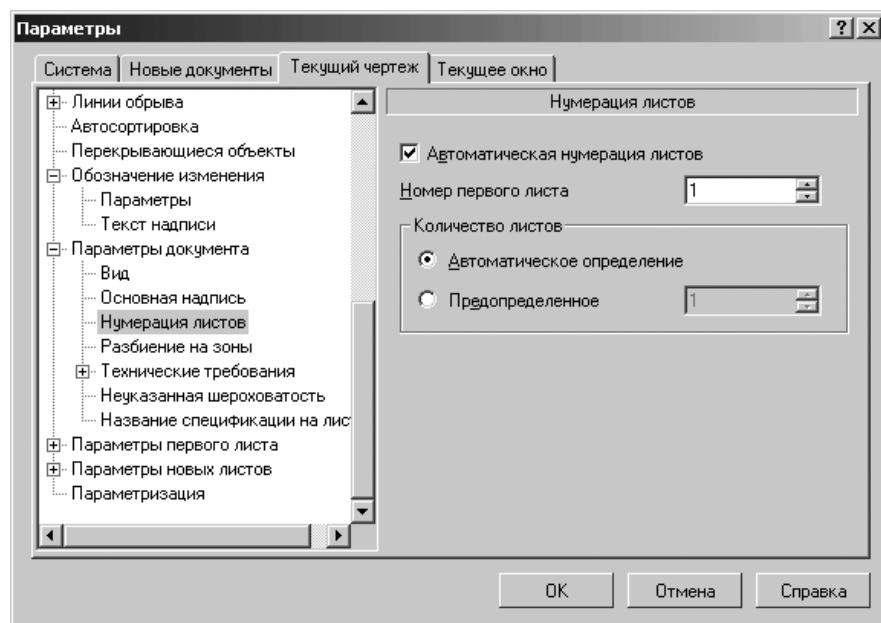

Рис. 10.81. Диалоговое окно **Параметры** с открытой вкладкой **Новые документы (Текущий чертеж)** и панелью **Нумерация листов**
- щелкните в списке настраиваемых элементов **Параметры документа** по пункту **Нумерация листов**. В правой части появится панель **Нумерация листов**, показанная на рис. 10.81;